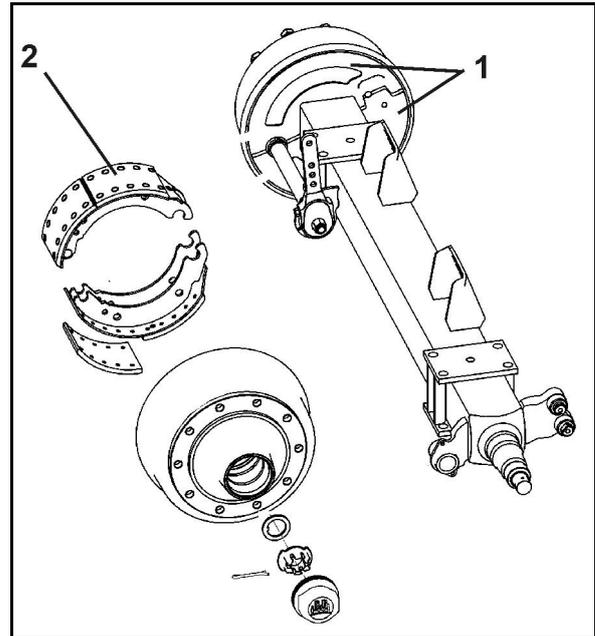

Fig. 138
1. Dévissez les deux tôles de protection (Fig. 138/1) sur le côté intérieur du tambour de frein.
Les impuretés qui pénètrent dans le frein peuvent se déposer sur les garnitures (Fig. 138/2) et dégrader sensiblement les performances du freinage.